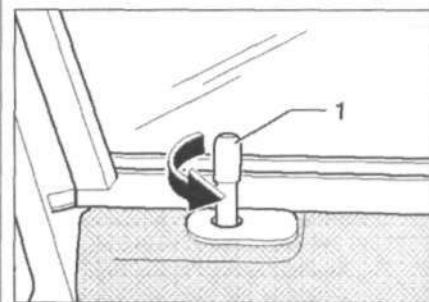

Рис. 13.35. Открутите кнопку 1 фиксатора двери в направлении стрелки.
7. Открутите кнопку 1 фиксатора двери в направлении стрелки (рис. 13.35).